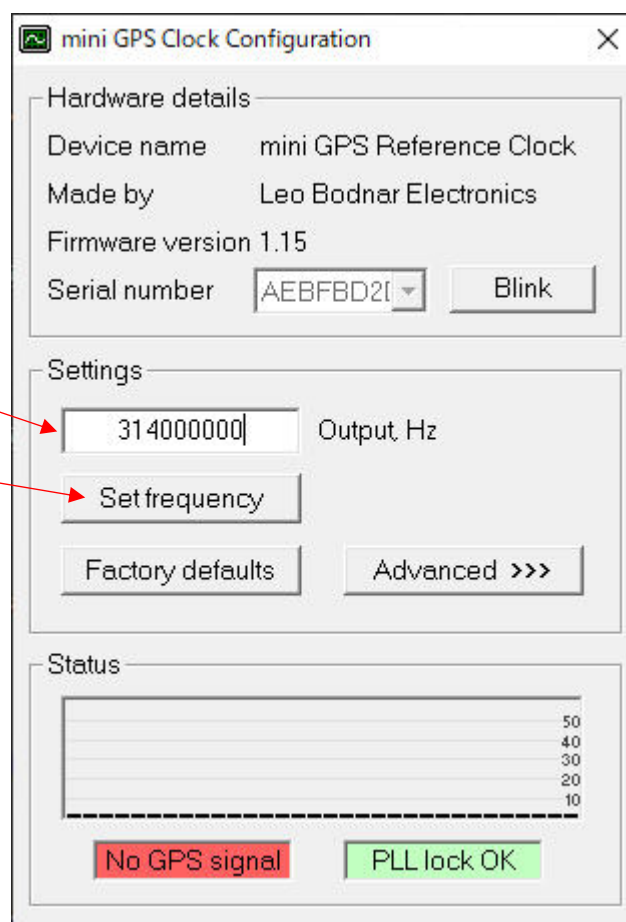

図 6-1 周波数の設定画面
(2) 周波数の設定
- mini GPS Clock Configuration.exe を起動すると、図 6-1 の画面が開きます。